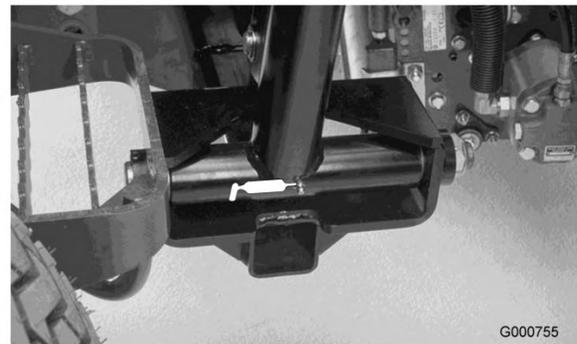

Bild 48
- Hubarm-Drehbüchsen (3) (Bild 48)